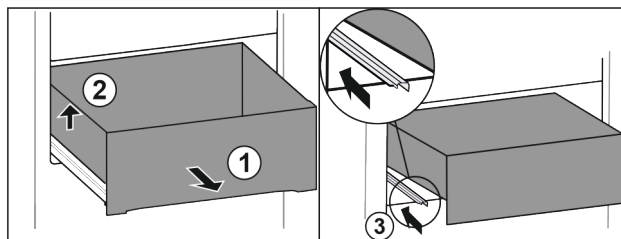

Fig. 68
- ▶ Predal izvlecite do omejevala. Fig. 68 (1)
- ▶ Dvignite predal levo. Fig. 68 (2)
- ▶ Vstavite levo vodilo. Fig. 68 (3)